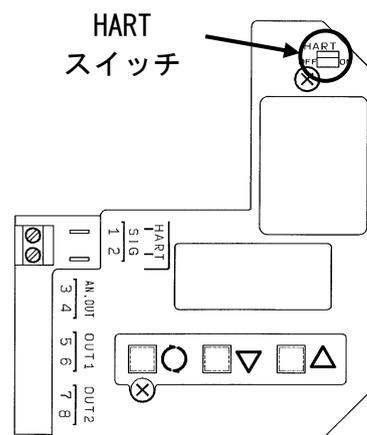

図 5
*1: 詳細は「**■HART 通信機能の切り替え**」の図 5 を参照してください。